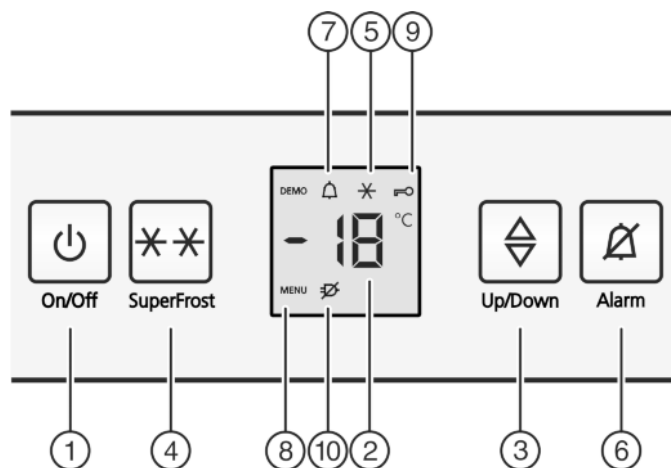

Fig. 2
- Symbol SuperFrost Fig. 2 (5) miga razem ze wskaźnikiem temperatury.*
- ▶ nacisnąć przycisk On/Off Fig. 2 (1).
- ▷ Urządzenie jest włączone. Wskaźnik temperatury i symbol alarmu Fig. 2 (7) migają aż do osiągnięcia wystarczająco niskiej temperatury.
- ▶ Aktywacja trybu regulacji: Nacisnąć i przytrzymać przycisk SuperFrost Fig. 2 (4) przez ok. 5 sekund.
- ▷ Na wskaźniku pojawia się symbol menu Fig. 2 (8).
- ▶ Krótco potwierdzić przyciskiem SuperFrost Fig. 2 (4).
- ▷ Na wskaźniku świeci symbol zabezpieczenia przed dziećmi Fig. 2 (9).
- ▶ Krótco wcisnąć przycisk On/Off Fig. 2 (1).
- ▷ Symbol zabezpieczenia przed dziećmi Fig. 2 (9) gaśnie.
- ▶ Nacisnąć przycisk Alarm Fig. 2 (6).
Jednocześnie miga wskaźnik temperatury i symbol Alarmu Fig. 2 (7).
Akustyczny sygnał ostrzegawczy milknie automatycznie, znika symbol Alarmu *Fig. 2 (7)* i wskaźnik temperatury przestaje migać, gdy temperatura będzie ponownie wystarczająco niska.
- ▶ Nacisnąć przycisk Alarm *Fig. 2 (6)*.